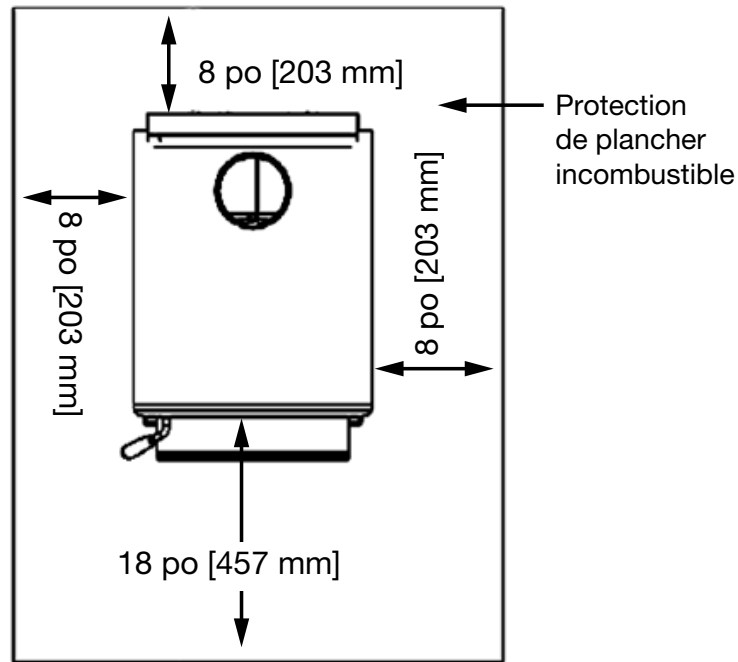
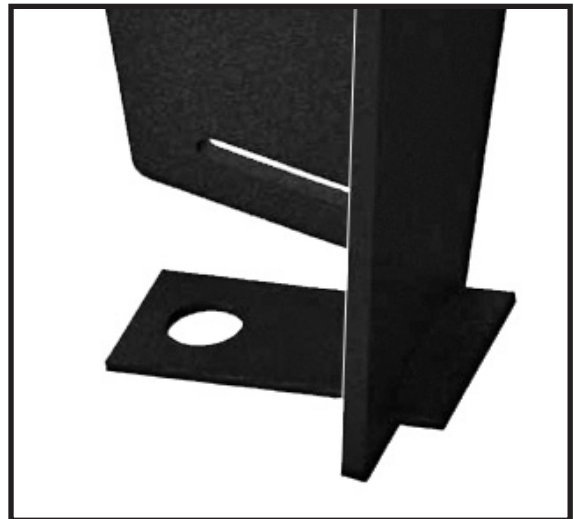

Figure 3: TN20B Protection du plancher au Canada.ai
Figure 4: Jambe poêle.tif
Au Canada : Dépasser de 18 po (457 mm) devant la porte de chargement, et de 8 po (203 mm) des côtés du poêle. Voir la Figure 3, ci-dessous.
- Une prise d'air extérieur est exigée pour les installations dans une maison mobile. Voir Figure 2 (Page 10) ou Figure 4 (Page 13).
Ce trou doit tirer son air d'un vide sanitaire ventilé ou être raccordé à un tuyau de prise d'air menant à l'extérieur (voir Figure 3, Page 10 ou Figure 4, Page 13). L'utilisation d'air de combustion extérieur pour une installation résidentielle exige de fixer le poêle au plancher pour empêcher un débranchement accidentel de la prise d'air. Un tuyau de prise d'air extérieur peut aussi être installé entre l'extérieur et le trou de 4 po (100 mm) de diamètre situé à l'arrière du piédestal.